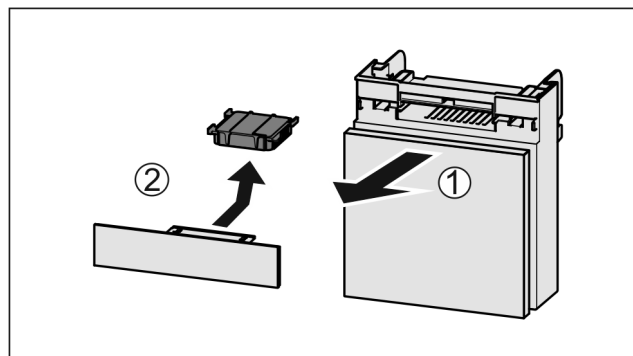

Fig. 140
- ▶ Extrageți Fig. 140 (1) compartimentul către înainte.
- ▶ Scoateți Fig. 140 (2) filtrul de cărbune activ.